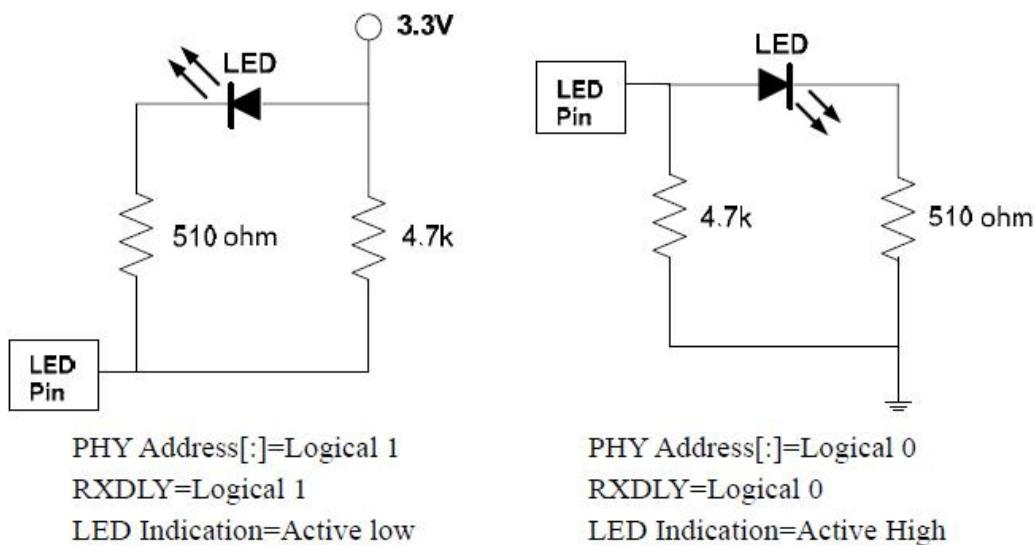

图 15 LED 及 PHY 地址配置
- PHY 芯片中的 LED0、LED1 引脚与 PHY 地址 PHYAD0、PHYAD1 复用, LED 及 PHY 地址配置如图 15: